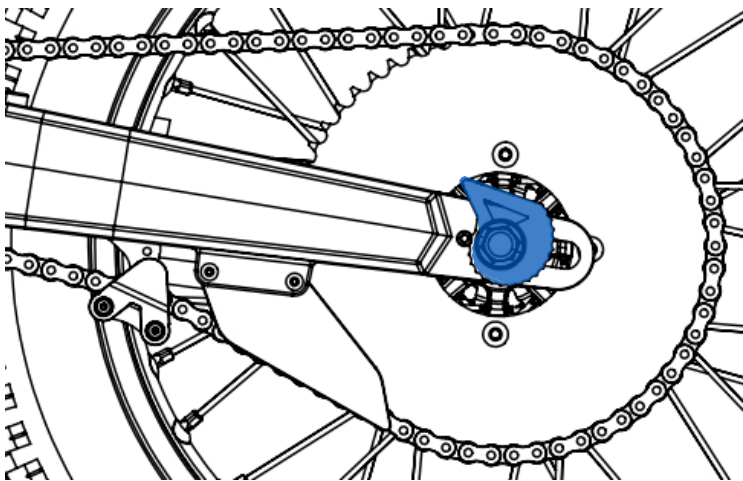

Fig. 23a
- 3- Debe girar el regulador excéntrico (Fig. 23a), hacia una posición dependiendo del juego de la cadena, y conseguir el tensado correcto. Debe asegurarse que el tope está situado entre los dientes del regulador excéntrico y los dos lados por igual. Estos componentes deben colocarse en la posición adecuada según el nivel de tensión requerido.
En la Fig. 23a se muestra la configuración correspondiente a la posición mínima de la rueda, la cual debe mantenerse hasta que se alcance la mitad del recorrido.